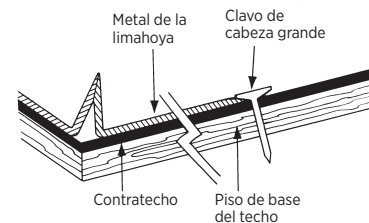

Figura 6-22: Asegure el vierteaguas de la limahoya metálica con clavos de cabeza grande.
3. Asegure el vierteaguas metálico cada 24" (610 mm) a lo largo de ambos bordes con los abrazaderas de metal o los clavos de cabeza grande. Si usa clavos de cabeza grande sin abrazaderas, coloque las vástagos inmediatamente adyacentes al borde de metal como para no restringir el movimiento del metal (Figura 6-22).